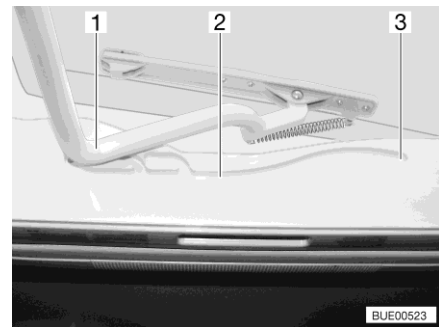

Bild 115 Führung (Heki-Dachhaube)
- Den Bügel (Bild 115,1) in den Führungen (Bild 115,2) bis in die hinterste Position (Bild 115,3) ziehen.
- Den Bügel (Bild 115,1) mit beiden Händen leicht nach oben drücken.
- Den Bügel in den Führungen (Bild 115,2) bis zur gewünschten Stellung ziehen.